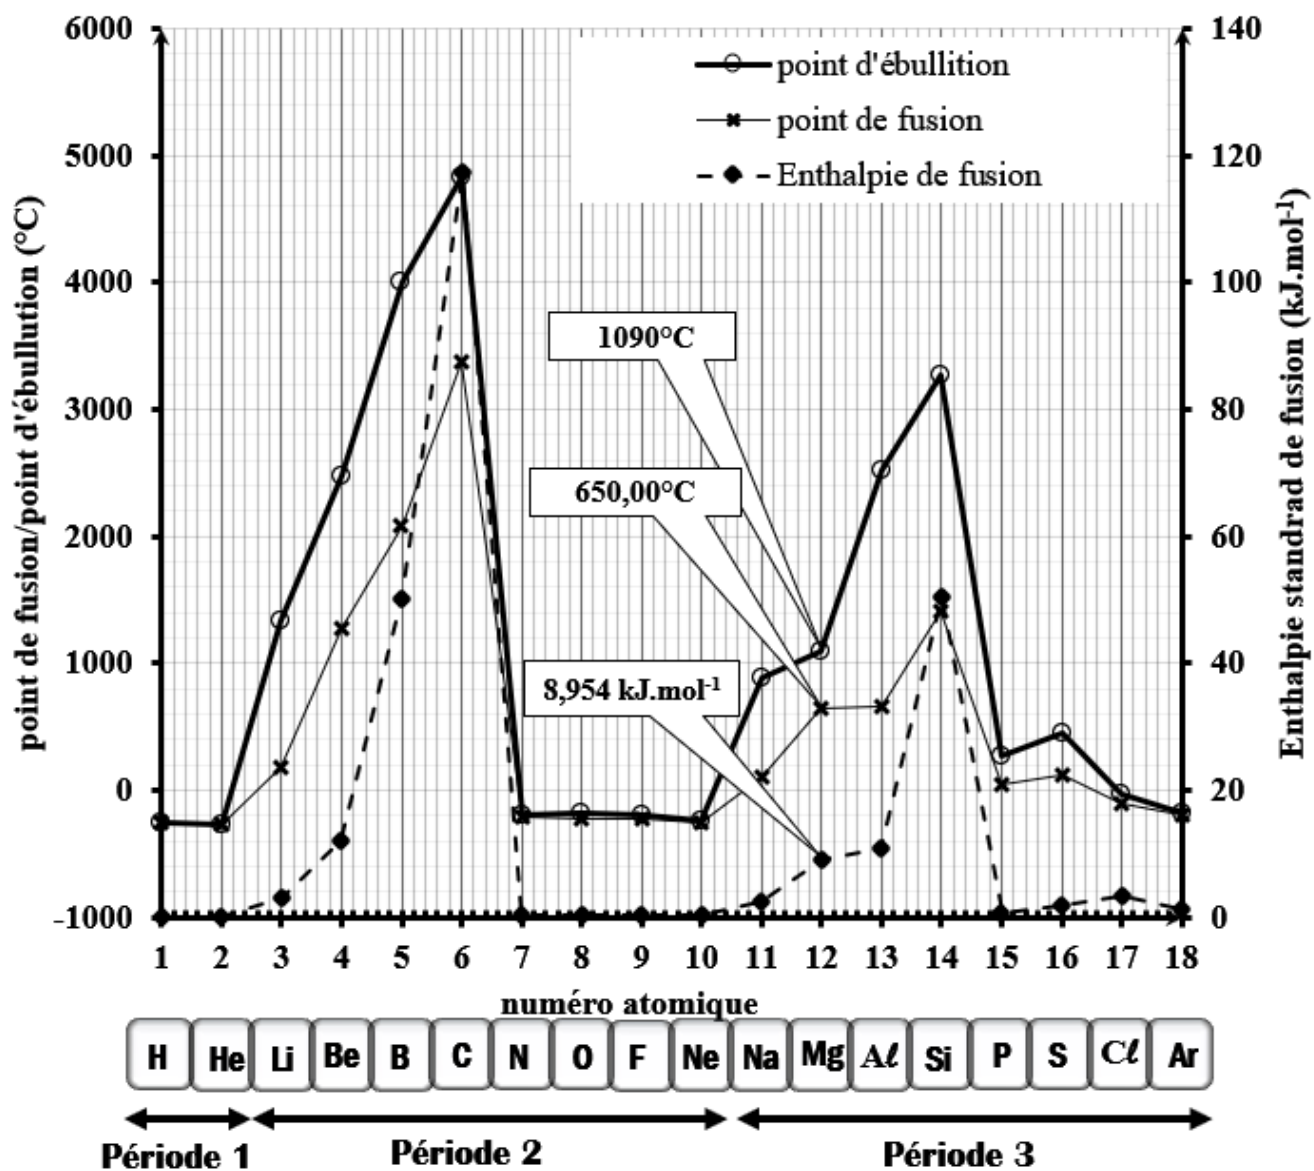

FIGURE 1
7) La **figure 1 du document annexe**, représente les graphiques donnant le point de fusion, le point d'ébullition et l'enthalpie molaire standard de fusion en fonction du numéro atomique pour les 18 premiers éléments du tableau périodique.